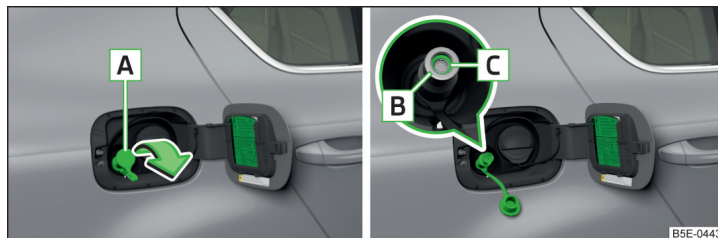

Fig. 305 Ștuțul de umplere cu GNC
- Scoateți capacul **A** » fig. 305 în sensul săgeții și aplicați cuplajul de umplere al stației de alimentare pe ștuțul de alimentare **B**.
- Verificați dacă inelul de etanșare [C] » fig. 305 nu a rămas cumva blocat în ștuțul de alimentare [B]. Dacă inelul de etanșare a alunecat pe cuplajul de umplere, acesta trebuie introdus la loc în ștuțul de umplere.